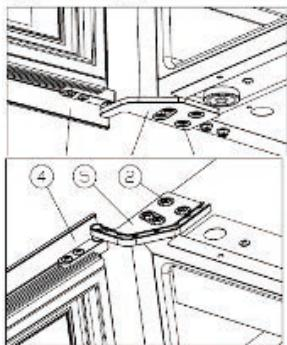

Figura 5
- Instale a dobradiça superior direita ③ e aperte bem os 16 parafusos M5* ②.[Figura 5]